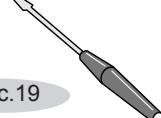

Рис.19
При переводе плиты на другой вид газа после замены сопел горелок необходимо отрегулировать BMP. Для этого необходимо зажечь горелку (для духовки с терморегулятором - закрыть дверцу и прогреть духовку в течение 15...20 минут). Перевести ручку крана в положение «малое пламя», снять ручки, воротники, панель и отверткой, вращая BMP, добиться минимального, но устойчивого пламени горелки (длина пламени должна составлять 4...6 мм) (рис.19). Правильность настройки проверяется быстрым поворотом ручки крана из положения «максимальное пламя» в положение «малое пламя». Пламя при этом не должно гаснуть.
- с помощью рожкового ключа ($S=9$ мм) отвернуть BMP и заменить, затянув ключом до упора (рис.19).